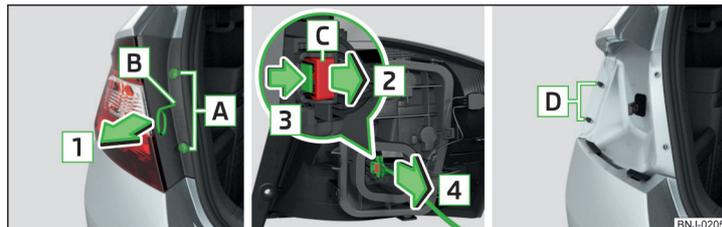
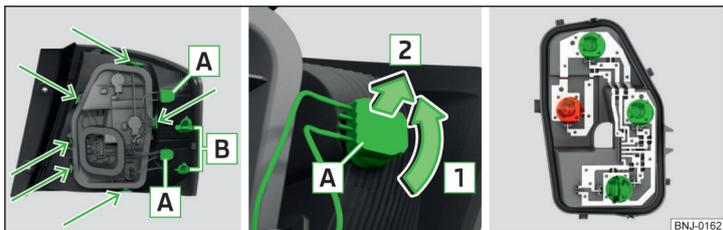

Fig. 216 Smontaggio delle luci / estrazione della spina
Fig. 217 Parte esterna delle luci / estrazione lampadina / portalampada
- Tenere ferme le luci con il palmo della mano ed estrarle con cautela in direzione della freccia **[1]** » fig. 216 dai bulloni **[D]**.
- Fissare il bloccaggio nella direzione opposta a quella indicata dalla freccia **2** » fig. 216.
- Innestare le luci con le aperture **B** » fig. 217 a pag. 198 nei bulloni **D** » fig. 216 della carrozzeria.
- Ruotare il portalampada con la lampadina **A** in direzione della freccia **1** » fig. 217.
- Ruotare i portalampada con le lampadine **A** in direzione della freccia **1** » fig. 217.
- Sbloccare il portalampada nelle aree contrassegnate dalle linguette di bloccaggio » fig. 217.